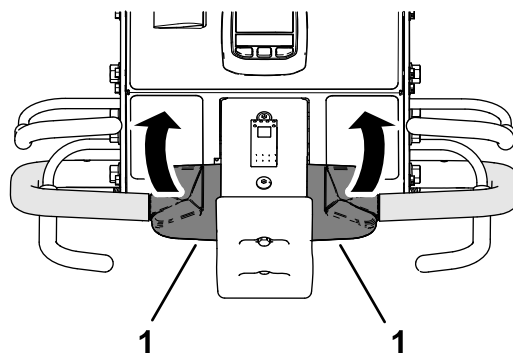

図 38
3. オペレータバイルとエアレーションバイルを握った状態で、走行コントロールの上部を後方に回転させる **図 38**。